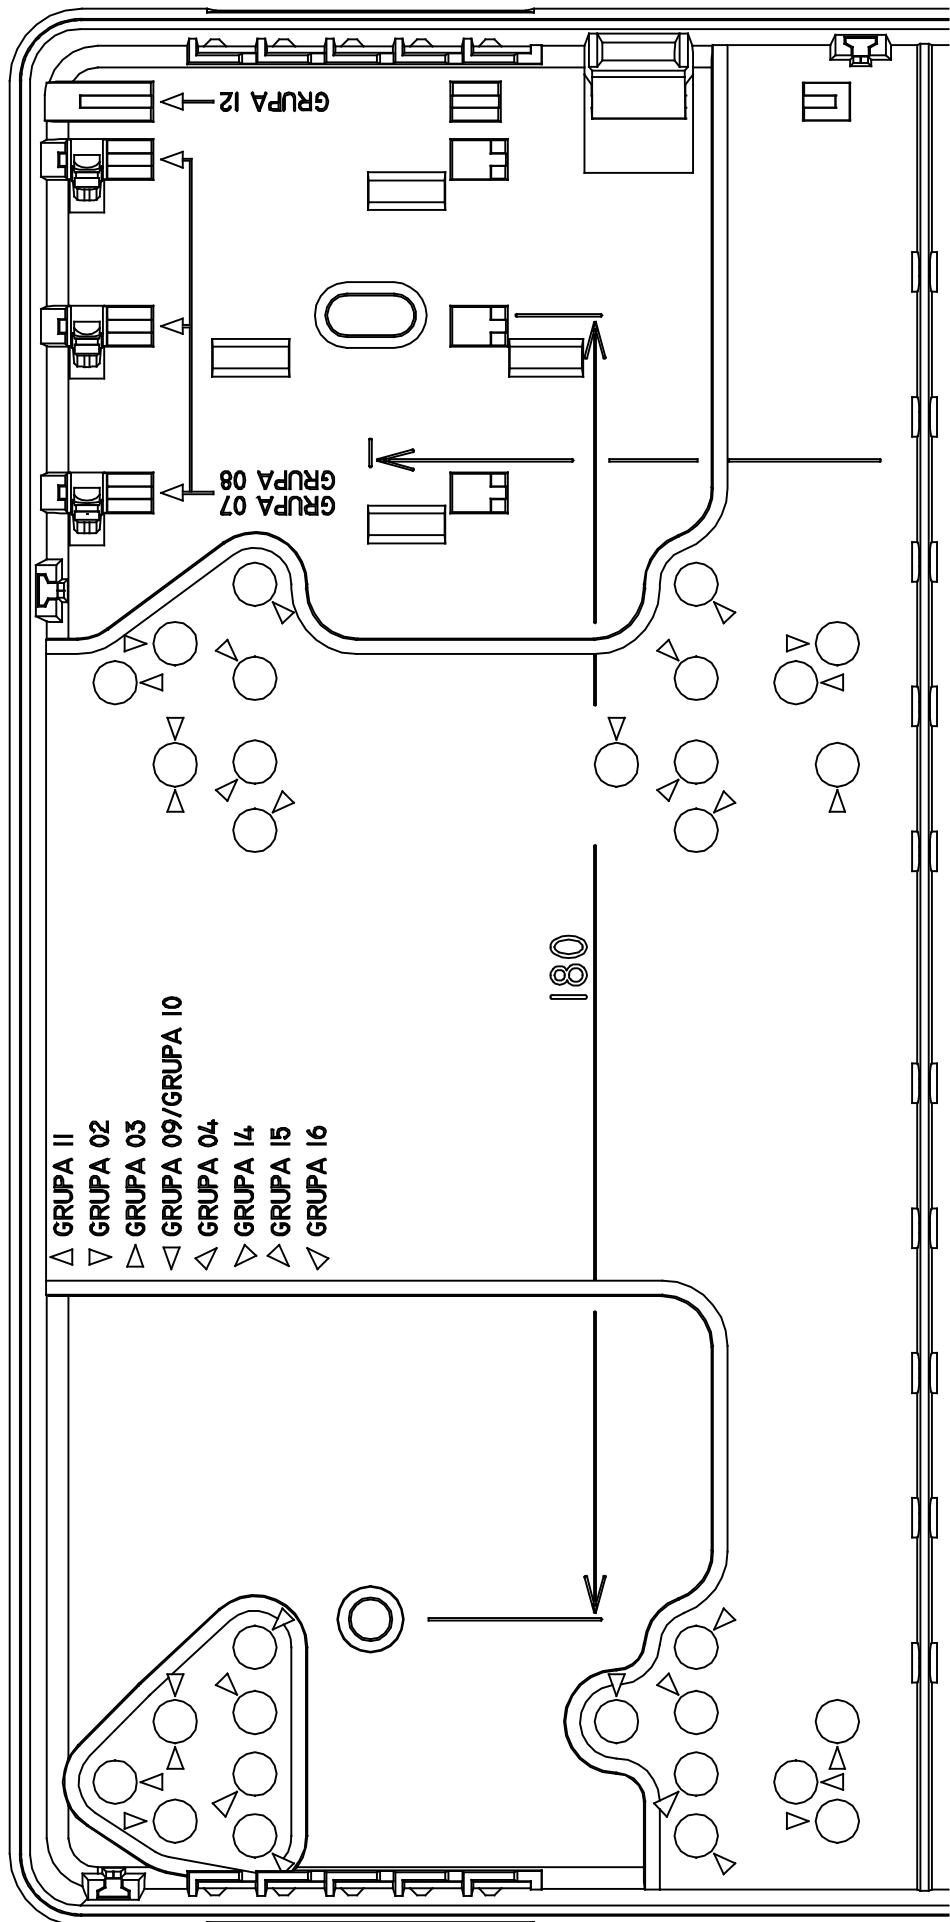

Рисунок 1. Вид части корпуса с местом для установки модулей.
Таблица 1. Устройства, устанавливаемые в корпус OPU-4 Р и OPU-4 PW (см. рис. 1).
1. В соответствующие отверстия основания вставьте пластмассовые шпильки для крепления платы электроники (метки облегчают выбор соответствующих отверстий – см. рисунок 1 и таблица 1).